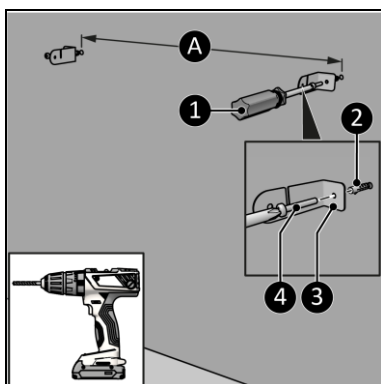

Figure 10
4. Percez deux trous à au moins 610 mm au-dessus du sol pour les supports. La distance entre les trous est d'environ (Figure 10, pos. A)\* :
5. Insérez les chevilles (Figure 10, pos. 2).
6. Vissez et serrez un support gauche et un support droit (Figure 10, pos. 3) au mur avec une grande vis (Figure 10, pos. 4) en utilisant un tournevis Phillips (Figure 10, pos. 1).